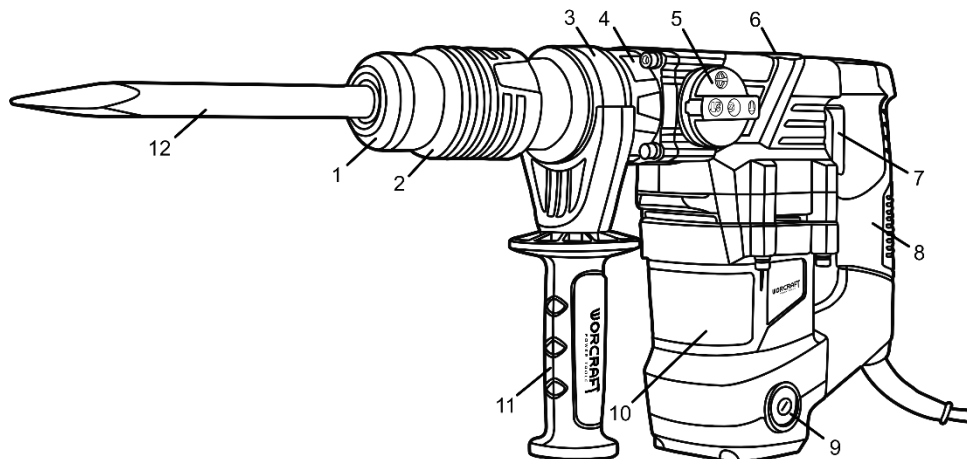

Рисунок 1
2.3.2 Патрон SDS-MAX (2, рисунок 1) служить для фіксації змінного робочого інструмента з хвостовиком SDS-MAX. У ролі змінного інструмента з хвостовиком SDS-MAX у виробі використовуються: